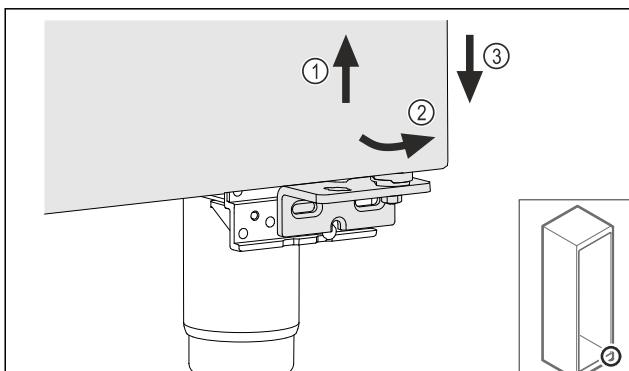

Fig. 23
- Paceliet mazliet durvis Fig. 23 (1), apakšā sagāziet uz priekšu Fig. 23 (2) un nolaidiet Fig. 23 (3).